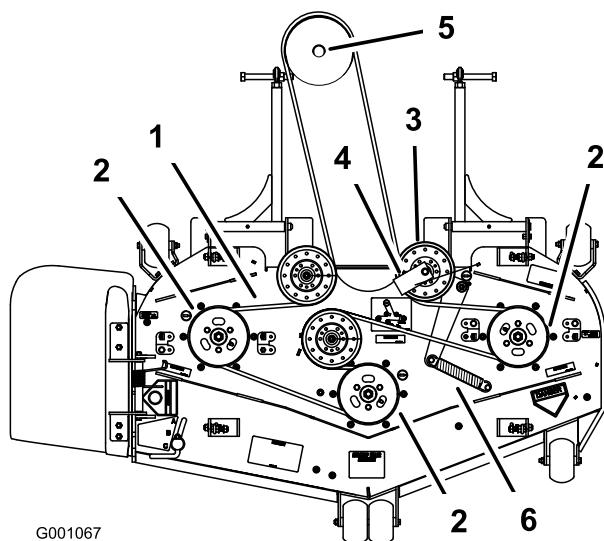

Figure 68
6. Acheminez la courroie neuve autour des poulies du plateau de coupe et de la poulie du boîtier d'engrenages, sous le moteur (Figure 68).
7. Montez le guide-courroie sur la poulie de tension rappelée par ressort à un angle de 45 degrés comme illustré à la Figure 68. Serrez le boulon à un couple de 37 à 45 Nm.
8. Accrochez le ressort de la poulie de tension aux deux montants (Figure 68).